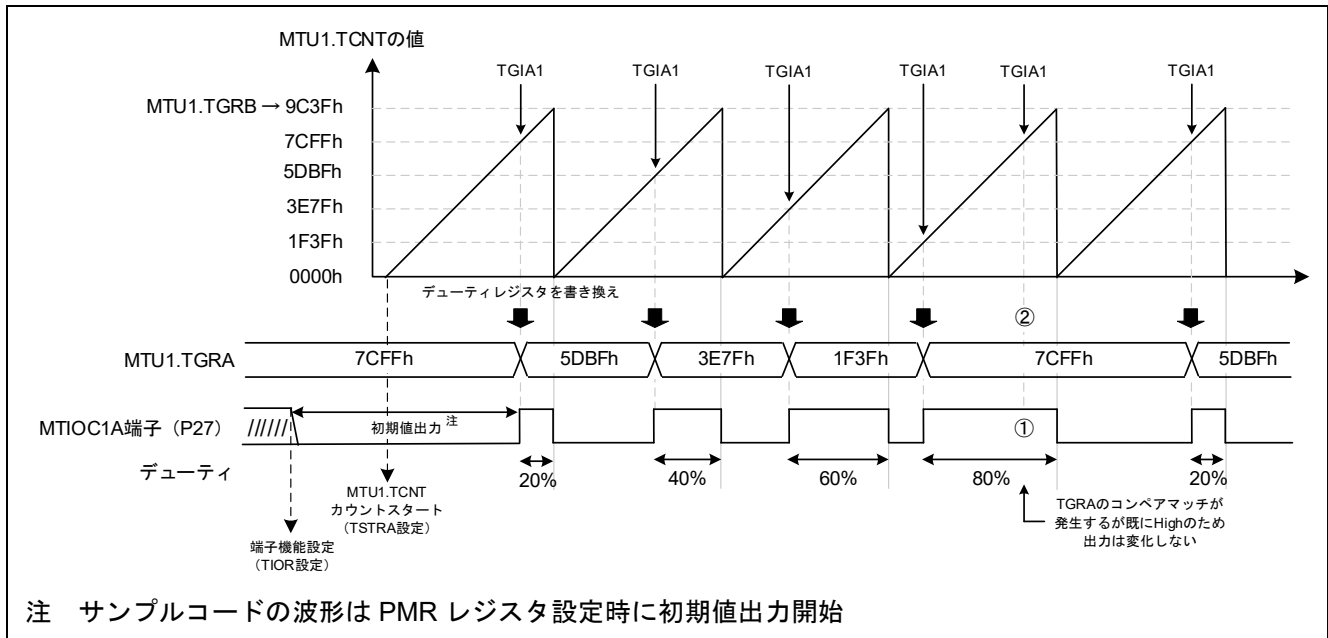

図 3-17 サンプルコードの動作
- デューティの変更タイミングの詳細は図 3-17 を参照
本サンプルコードの動作を図 3-17 に示します。周期ごとにデューティの設定を変更するため、デューティレジスタ TGRA のコンペアマッチ割り込み (TGIA1) で、TGRA の値を書き換えます。
詳細は、図 3-17 の①を参照してください。